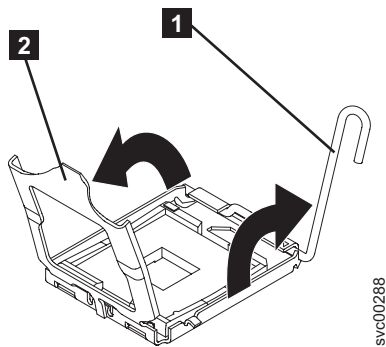

図 255. 全開状態のマイクロプロセッサ解放レバーとブラケット・フレーム
4. マイクロプロセッサの解放レバー (図 255 の **1**) を開いて、完全に開いた位置にします。
5. マイクロプロセッサ・ブラケット・フレーム (図 255 の **2**) を開きます。